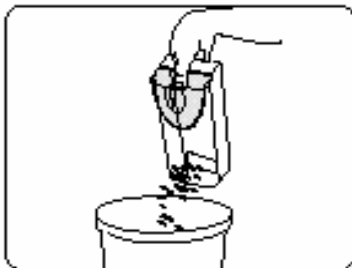

Fig. 7
2. Vaciar el contenedor. (Fig. 7). Si se desea, se puede lavar con agua; pero secarlo completamente antes de reinstalarlo en el barredor.